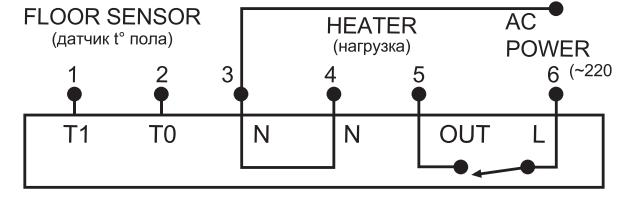

рис.2
2. В пружинных гнездах клеммника (рис.2) синего цвета №1 (T1) и №2 (T0) зафиксируйте (при помощи кнопок желтого цвета) концы соединительных проводов датчика t° пола. Полярность этих проводов значения не имеет;